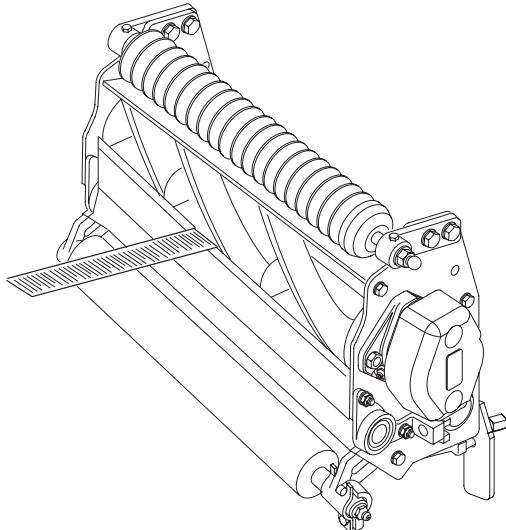

Figure 3
3. A chaque extrémité de l'avant du cylindre, insérez une longue bande de papier journal entre le cylindre et la contre-lame (Fig. 3). Tournez le cylindre lentement en avant tout en tournant le bouton de réglage de la contre-lame dans le sens horaire, un cran à la fois, jusqu'à ce que papier soit légèrement pincé à une extrémité du cylindre et résiste donc légèrement quand vous tirez dessus.